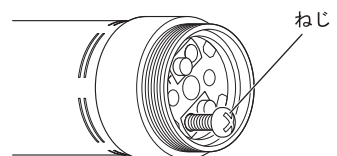

図10
- 3)取り外したねじ穴へ新しいカーボンブラシに同梱されたねじを2～3回ねじ込んで引き抜きます（図10）。